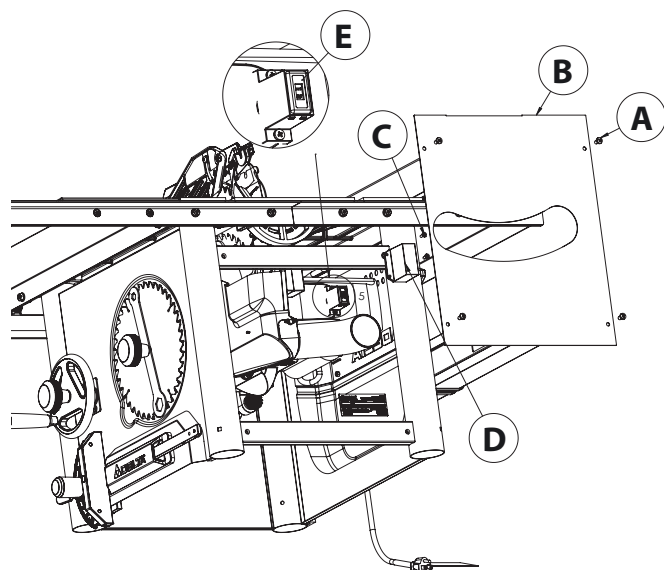

FIGURE 38
1. Retire los 4 tornillos (A) Fig. 38 y retire el panel trasero (B).
2. Retire los 2 tornillos (C) y retire la cubierta de plástico (D).
3. Deslice el interruptor (E) de la posición 120 V a 240 V.
4. Vuelva a colocar la cubierta (D) y los 2 tornillos (C).
5. Vuelva a colocar la cubierta trasera B y los 4 tornillos (A).